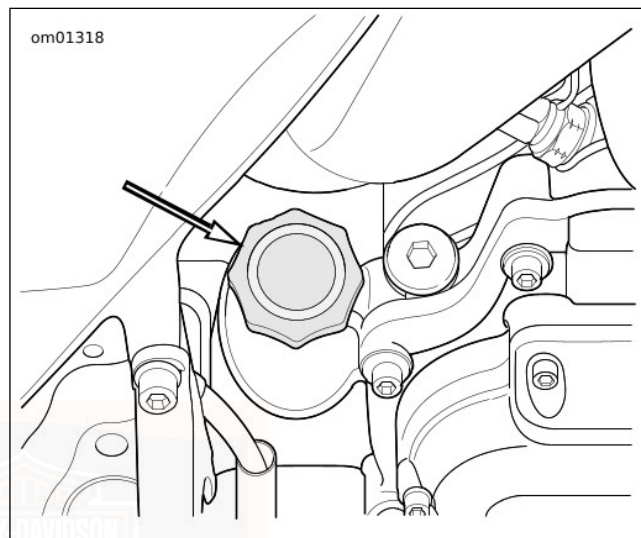

Abbildung 107. Motoröl-Einfüllverschlussstopfen
2. Siehe Abbildung 107. Den Motorölstand prüfen.
3. Siehe Abbildung 107. Ölstand prüfen.